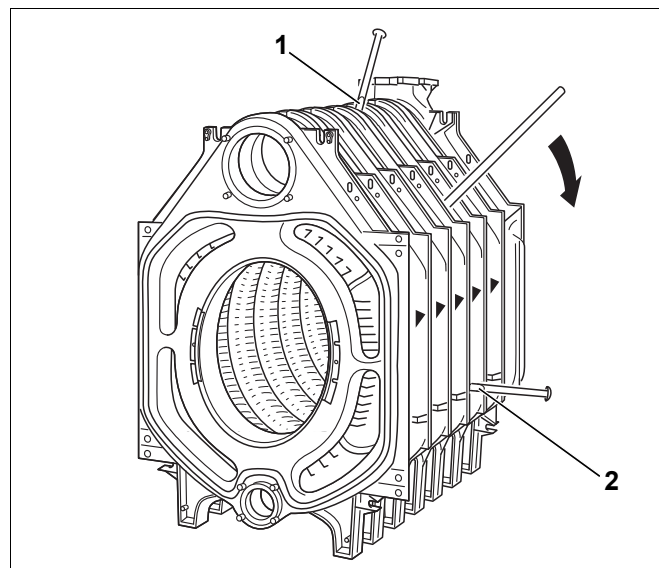

Рис. 27 Разъединение секций котла
- ▶ Вставьте (забейте) клинья или зубило в предусмотренных для этого местах (рис. 27, [1] и [2], сверху и снизу между секциями) и разберите котёл в месте утечки.